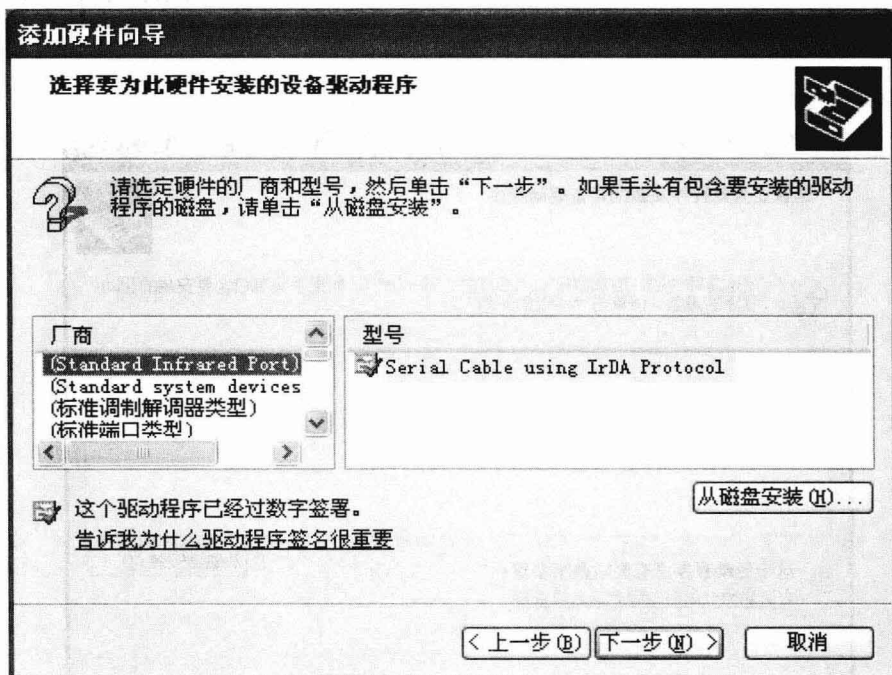
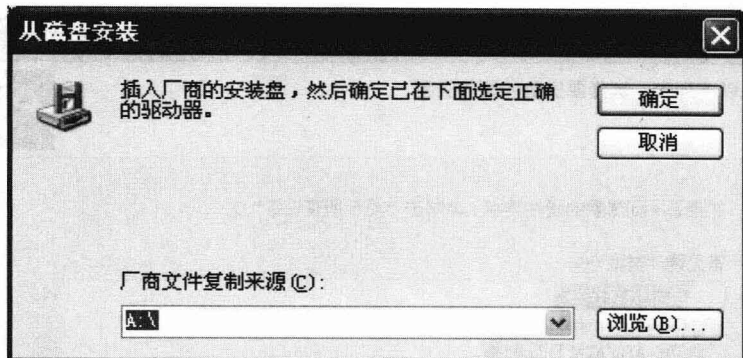

图 1-13 选择硬件厂商和型号
图 1-14 提示选择驱动文件
⑨ 这时弹出如图 1-13 所示对话框。在该对话框中，点击“从磁盘安装(H)”按钮，弹出如图 1-14 所示的对话框。